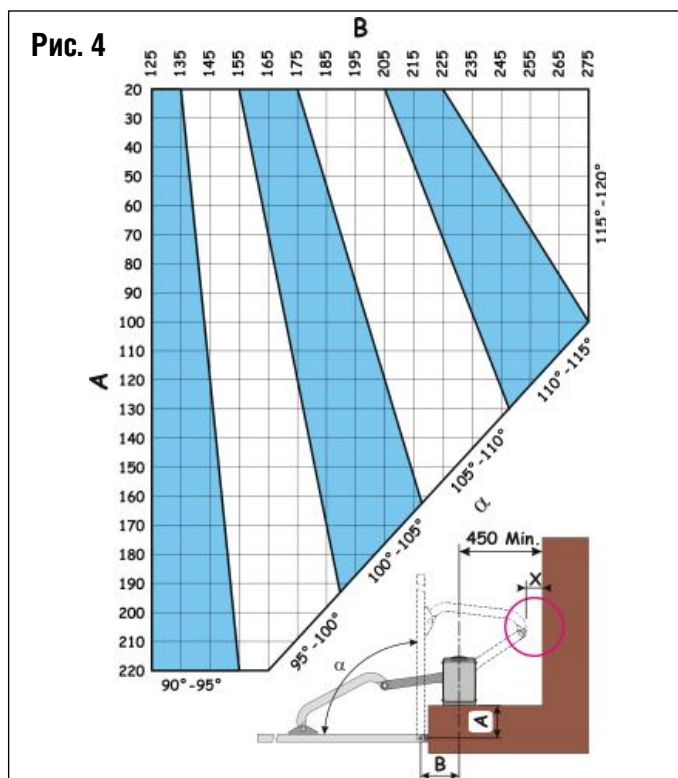

Рис. 5
- Привод разработан для установки в вертикальном положении, другая установка привода не допустима. (Рис. 5)